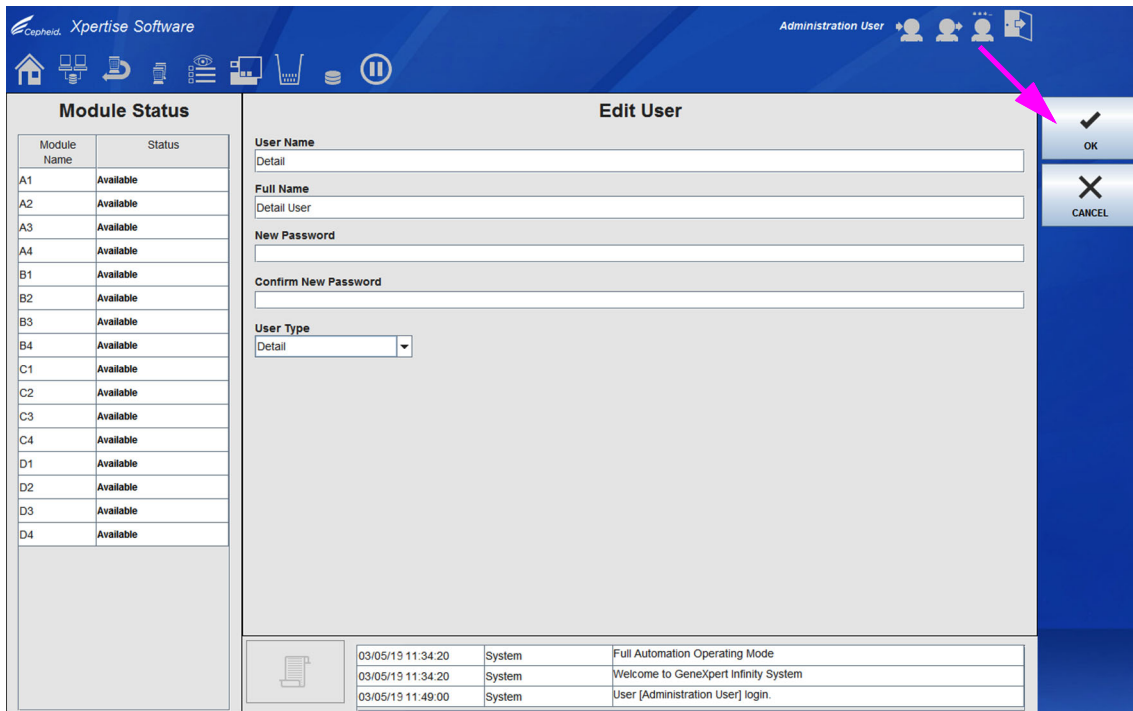

Figura 2-20. Área de trabalho Edit User (Editar utilizador)
3. Selecione o botão **EDIT (EDITAR)**. É apresentada a área de trabalho Edit User (Editar utilizador). Ver Figura 2-20.